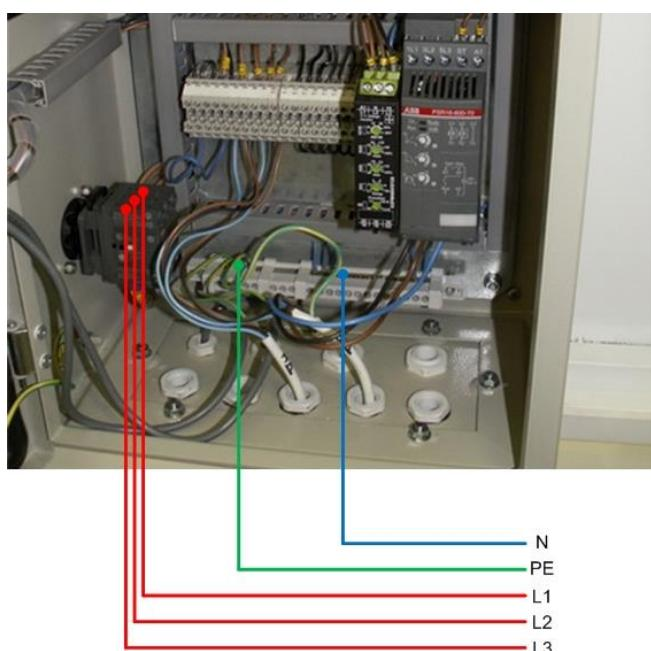

Рис.7 Подключение электропитания.
- Подключить электропитание (рис.7) к блоку управления. Минимальное сечение питающего кабеля - $5 \times 2,5\text{мм}^2$. Фазные провода подключаются к клеммам 1L1, 3L2, 5L3 пакетного выключателя QS1 (внутри блока управления), провода нейтрали и заземления - соответственно к шинам N и PE;